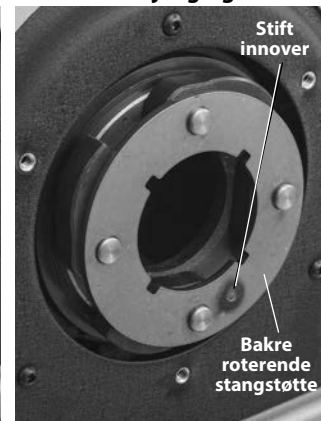

Figur 25A – Fjerne bakdekselet
- Sørg for at REV/OFF/FOR (2/0/1)-bryteren er i stillingen OFF (0) og at ledningen er koblet fra uttaket.
- Fjern bakdekselet. Løsne dekselskruene og drei dekselet for å fjerne det (figur 25A).